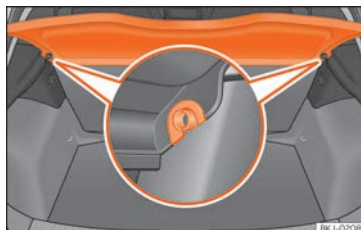

Fig. 127 En el maletero: desmontar y montar la bandeja.
- Desencaje la bandeja de los soportes laterales »» **fig. 127** tirando de ella hacia arriba y extraiga la bandeja.
- Introduzca la bandeja horizontalmente haciendo coincidir la "herradura" sobre el eje de los soportes »» **fig. 127**, y presione hacia abajo hasta que encastre.